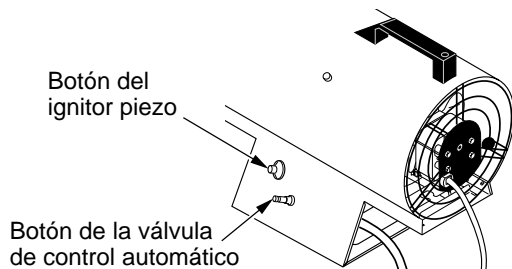

Figura 8 - Botón de la válvula de control automático y botón del ignitor piezo
- Presione y mantenga presionado el botón de la válvula de control automático (consulte la figura 8). Presione el botón del ignitor piezo (consulte la figura 8). Continúe presionando el botón del ignitor hasta que se encienda el quemador. Cuando se encienda el quemador, mantenga presionado el botón de la válvula de control. Suelte el botón después de 30 segundos. Esto activa el sistema de control automático.